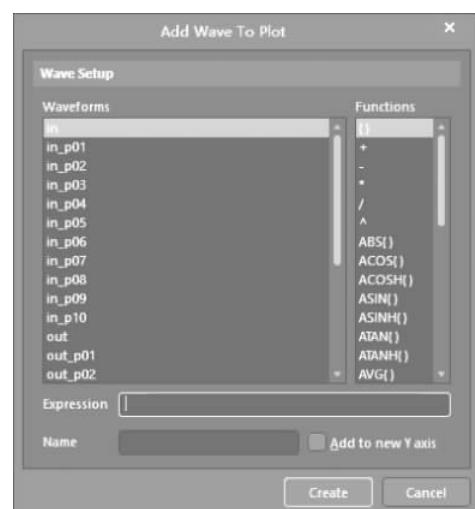

图 3-47 添加波形界面
- (1) 运行 Spice 仿真后,弹出消息对话框,关闭该对话框。
- (2) 自动打开 PCB_Project1.sdf 文件。在该文件下有两个标签。其中一个是 Operating Point,另一个是 Transient Analysis。单击 Transient Analysis 标签。
(3) 如果没有波形出现,则在该文件的图形界面内单击鼠标右键,出现快捷菜单,选择 Add Wave To Plot。
(4) 出现如图 3-47 所示的选择添加波形对话框。依次选择 in、out、out_p01、out_p02、out_p03、out_p04、out_p05、out_p06、out_p07、out_p08、out_p09、out_p10,依次单击 Create 按钮,直到将所有波形添加到波形图界面中。